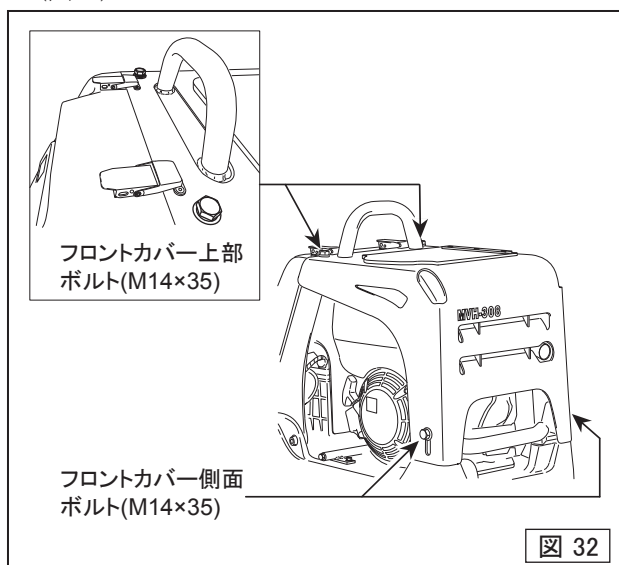

図 32
1. フロントカバー上部のボルト(M14×35)2本を取り外し、前部両側のボルト(M14×35)2本をゆるめます。両側のボルトは支点になるので外さないでください。(図32)
4. 作業終了後は、フロントカバーをゆっくりと元の位置に戻します。取付けボルトはロックタイトを塗布してからトルク表にしたがって締め付けてください。(図32)